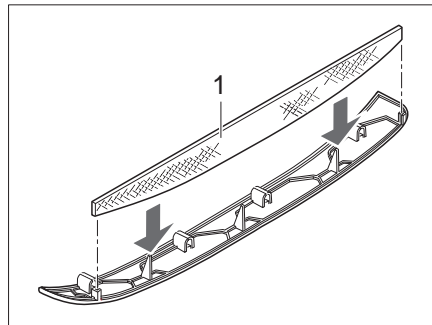
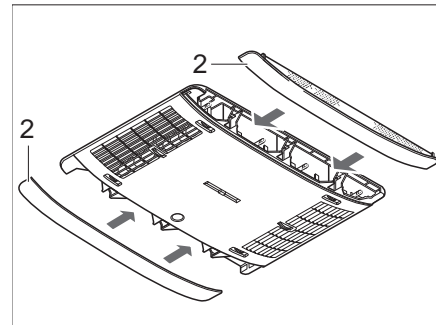

Fig. 279 Filtre à peluches de la climatisation
Fig. 280 Panneaux de la climatisation
Dans les panneaux latéraux (Fig. 280,2) se trouvent deux filtres à peluches. Les filtres à peluches doivent être nettoyés, et si nécessaire remplacés, à intervalles réguliers, au moins cependant tous les 6 mois.
- Enlever le panneau (Fig. 280,2) du distributeur d'air et nettoyer ou, si nécessaire, remplacer le filtre à peluches (Fig. 279,1).